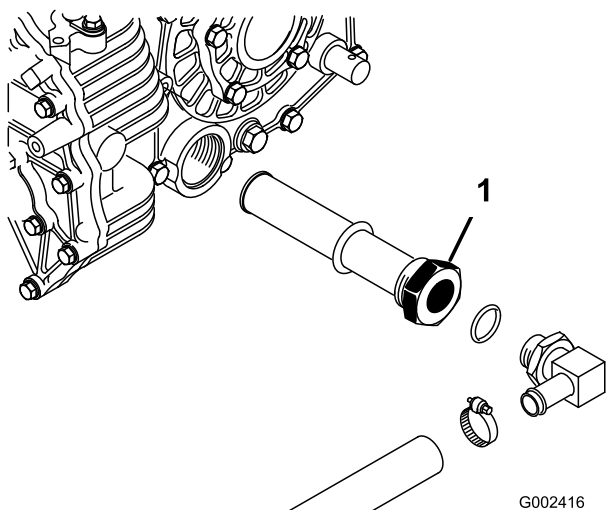

Figura 73
- Annotatevi l'orientamento del flessibile idraulico e del raccordo a 90° collegati al filtro sul fianco del serbatoio (Figura 73).